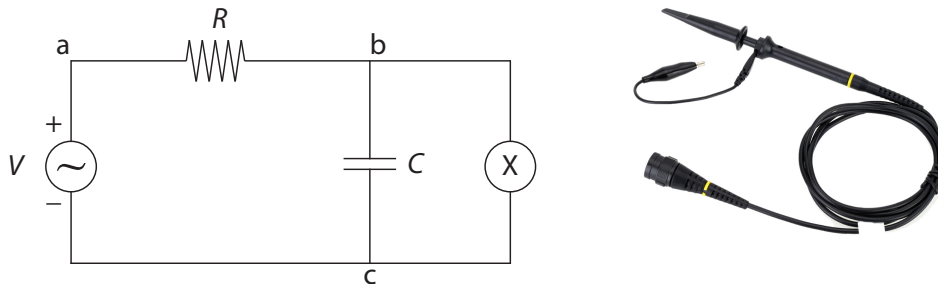

Figura 3.3: Izquierda: Circuito RC. Derecha: Sonda de voltaje
- j) Descargue el condensador cortocircuitando sus terminales (conecte un cable entre ellos) y arme el circuito de la figura 3.3 con $R = 10\text{ k}\Omega$, $C = 10\,000\text{ pF}$, la “X” en el círculo representa al osciloscopio. El senoide en el círculo representa al generador de señales con una señal cuadrada de 1 kHz y 2 V peak to peak. Recuerde que el signo “+” indica la entrada de la señal, y el “-” la tierra.
En el osciloscopio, conecte en el canal 1 la señal del generador de funciones mediante un cable BNC-BNC, y en el canal 2 la sonda de voltaje (figura 3.3), conectada al punto “b” del circuito. Dado que el osciloscopio y el generador de señales tienen una tierra común, el canal 2 mostrará la diferencia de voltaje entre el punto “b” y tierra.